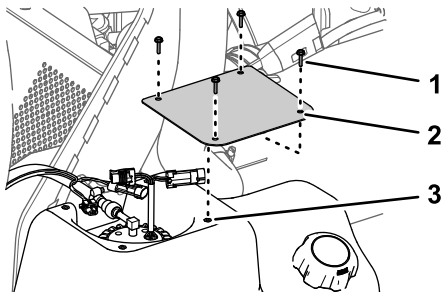

Figura 82
2. En el depósito de combustible, retire los 4 tornillos (N.º 10 x 3/4") que sujetan la tapa a la parte superior del depósito de combustible, y retire la tapa (Figura 82).